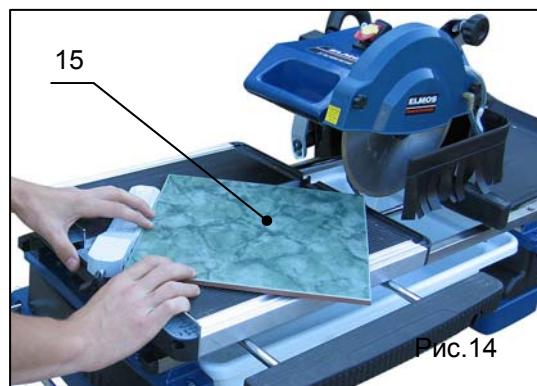

Рис.14
- Переместите рабочий стол в крайнее правое положение. Установите плитку (поз.15, рис.14) на рабочем столе, прижав её к угловой направляющей.